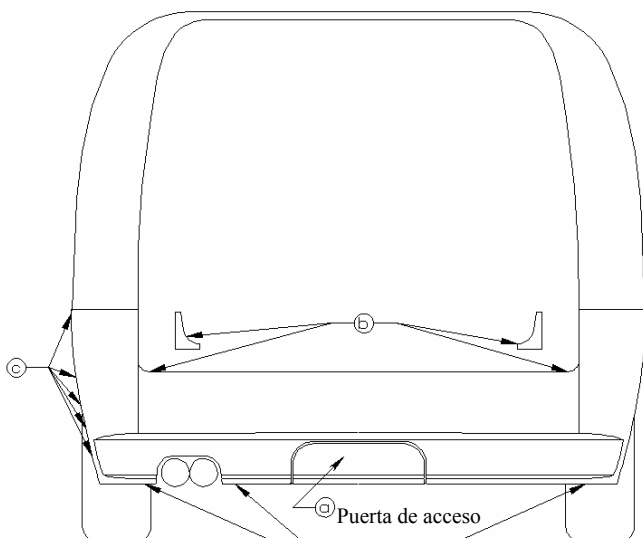

FIGURA 1
- Retire la placa protectora como se muestra en la **Figura 1**: